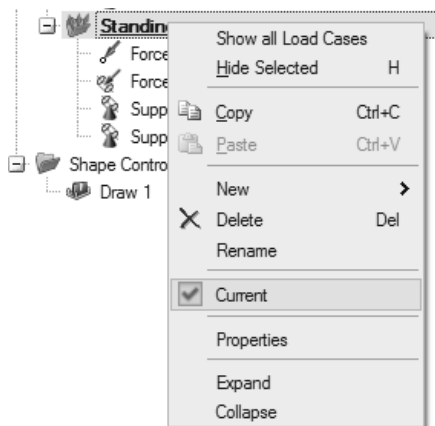

图 7-11
7) 确保直立载荷工况为当前载荷工况（当前载荷工况以粗体显示在模型浏览器中）。如果直立载荷工况不是当前载荷工况，则用鼠标右键单击模型浏览器中的直立载荷工况，然后从右键菜单中选择当前，如图 7-11 所示。